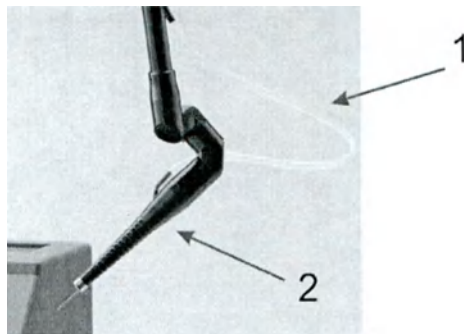

Рис. 11. Как заменить наконечник.
- 1) Отсоедините шланг подачи воздуха (указатель 1 на рис. 11);
- 2) Ослабьте фиксирующее кольцо и снимите наконечник (указатель 2 на рис. 11);